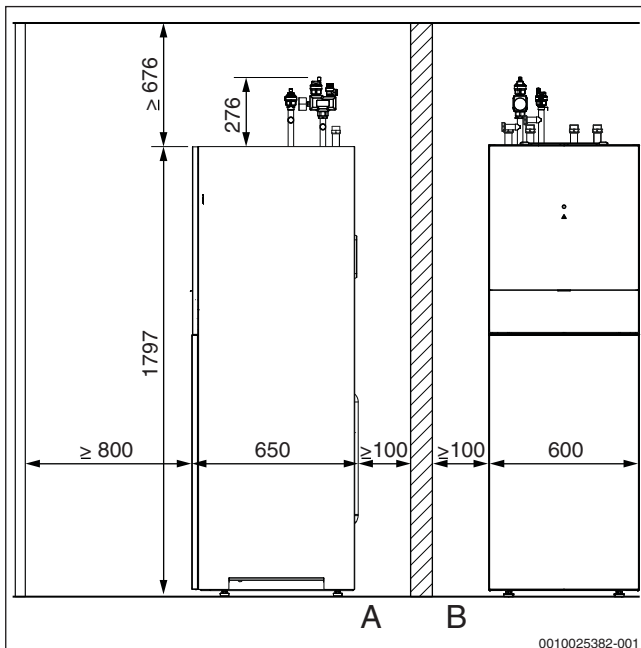

Bild 6 Abmessungen und Mindestabstände (Maße in mm)
- Die Mindestabstände sind einzuhalten (→ Bild 6).